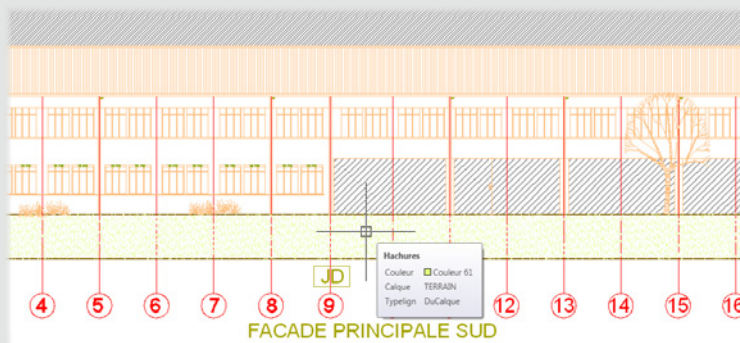

Figure 14
8. Observez maintenant, en plan plus serré, la façade principale (voir Figure 14). On retrouve notre trame constructive et les informations nécessaires comme la nature des volets roulants (volets en PVC, indication utile dans le cadre de la réhabilitation). D'un point de vue purement graphique, la façade est traitée volontairement avec la même plume de trait fin, les hachures fines du hall correspondent à l'ombre de cette partie en retrait par rapport au premier plan. La hachure plus serrée en arrière-plan met le bâtiment en légère perspective, dans un jeu de plan plus ou moins sombre. D'un point de vue architectural, le charme désuet de ce bâtiment des années 50 est ainsi mis en valeur par la manière dont il est représenté. Le mode de représentation choisi et la façon de dessiner avec AutoCAD ne sont donc pas anodins. Il y a bien une « intelligence » du dessin. Le rythme régulier et sobre de la façade lui donne un caractère naturellement élégant qu'il aurait été dommage de dénaturer avec une représentation trop chargée.